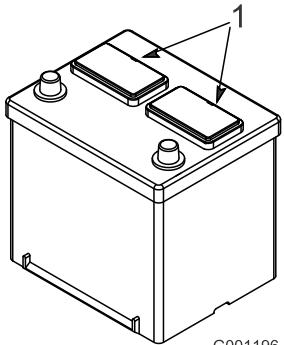

図 21
1. バッテリーの上部をきれいに拭い、キャップを取り外す(図 21)。